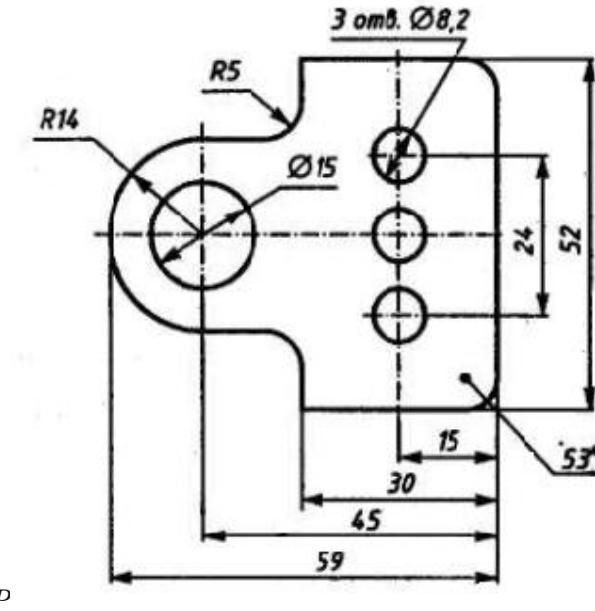

Рисунок 41 – Эскиз детали подвески
- 1 Построить деталь подвески по заданным размерам с использованием сопряжений, рис.41.